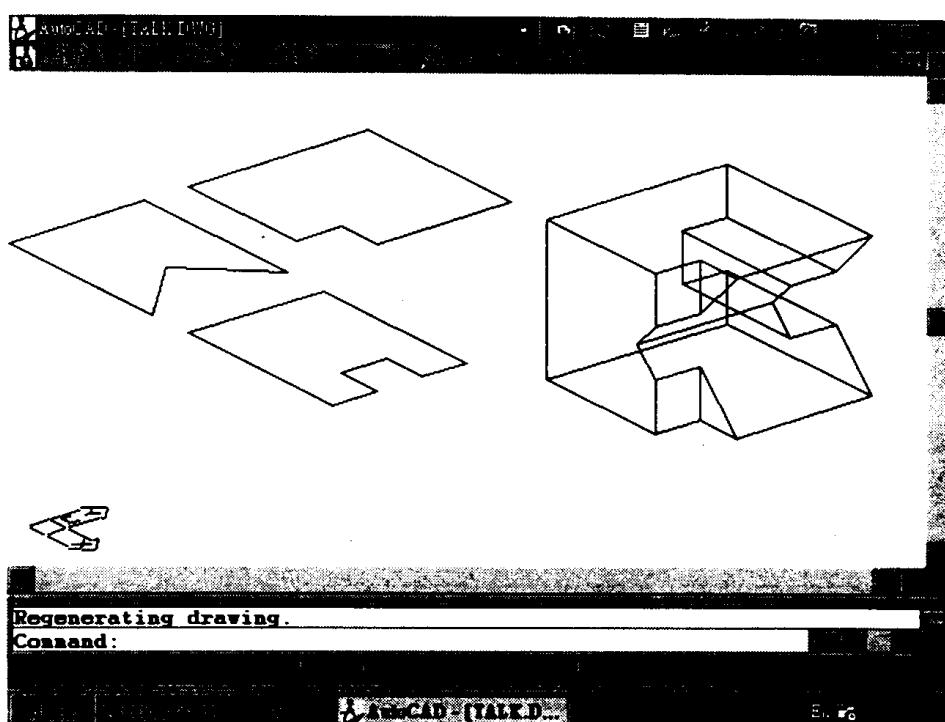

图 0-11
(5)三视图轮廓自动产生 AME 立体图(For R12)Plan-3D 系统:如图 0-11 所示。